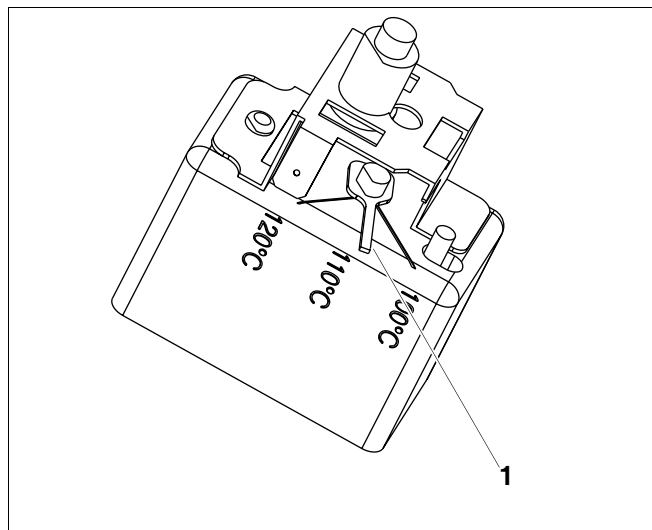

Bild 4 Variant B
2.2.2 bild 4 Variant B
- Ställ reglerspaken (Bild 4, **Pos. 1**) på motsvarande temperatur.